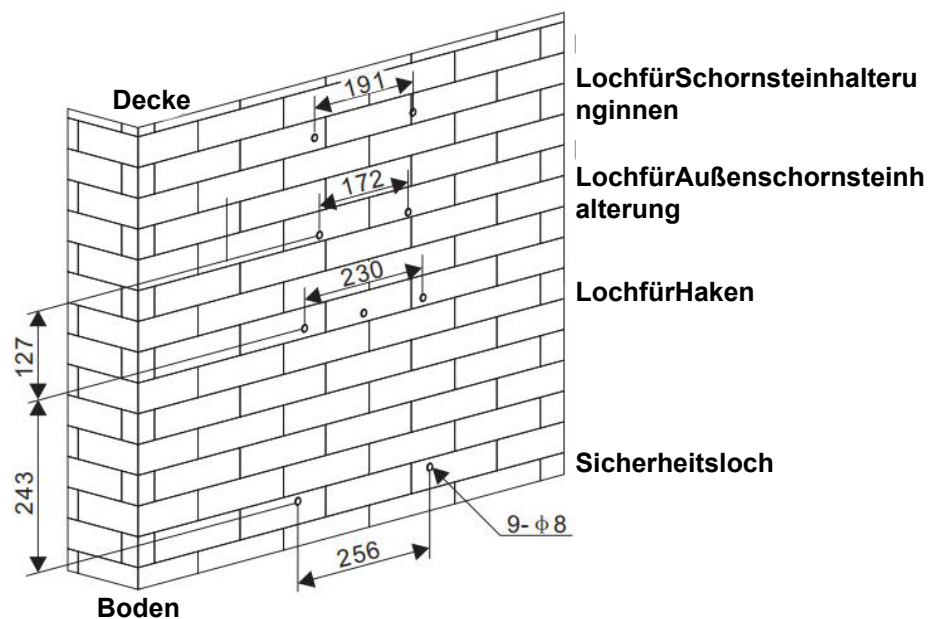

Abb. 2
3. Nachdem Sie die Einbauhöhe der Dunstabzugshaube überprüft haben, bohren Sie 9  $\phi 8$  Löcher für den Haken, die Innenschornsteinhalterung, die Außenschornsteinhalterung und die Sicherheitslöcher, und setzen Sie dann Dübel in die Löcher ein. Siehe Abb. 2 und 3. Befestigen Sie den Haken und die innere Schornsteinhalterung mit Schrauben St4\*40mm an der Wand. Siehe Abb. 4.